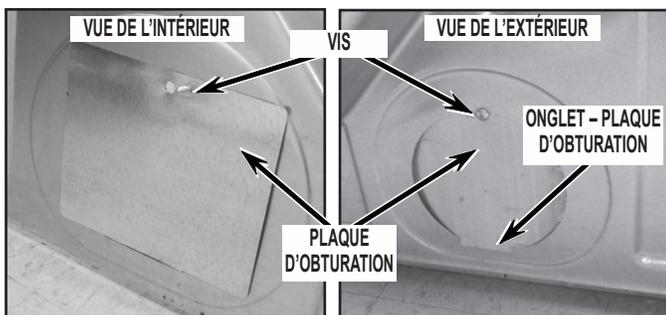

FIGURE 20
22. Obturer le trou de diamètre 4" où le conduit de décharge traversait le panneau arrière – utiliser la plaque d'obturation métallique fournie avec l'ensemble. Utiliser la vis fournie dans l'ensemble pour assujettir la plaque d'obturation. Installer la plaque d'obturation depuis l'intérieur du panneau arrière de la sécheuse; l'onglet de la plaque doit être positionné comme on le voit à la *Figure 20*.